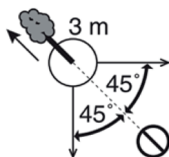

Рисунок 9. Приклад планування відходу, залежно від напрямку падіння дерева.
2. Визначити напрямок, у якому буде падати спиляне дерево з урахуванням напрямку вітру, передбачити маршрут відходу під час падіння дерева (треба відійти від стовбура у протилежному від падіння напрямку, принаймні на 3 м, щоб уникнути удару після відкидання стовбура назад на пені (рис. 9).